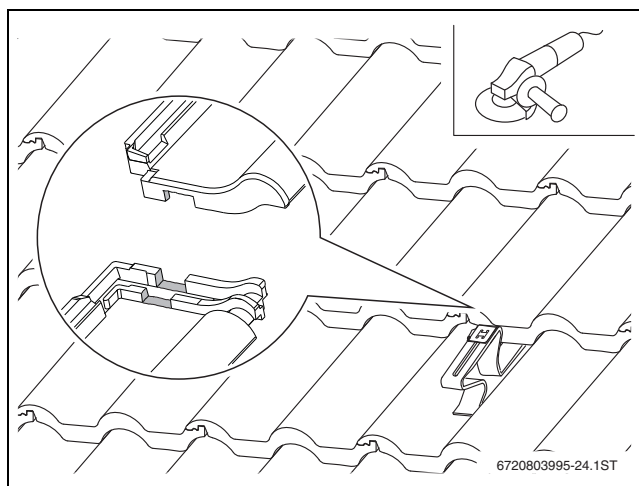

Рис. 20 Доработка черепицы
- ▶ Осторожно удалите точки прилегания на черепице в зоне кровельного крюка (→ рис. 20).